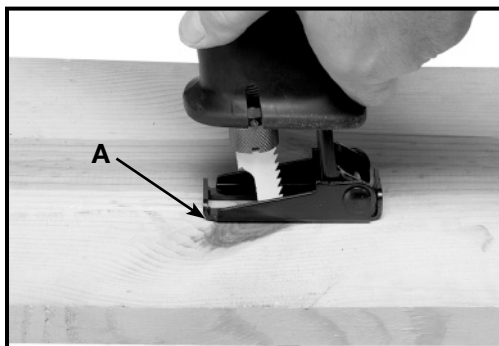

Fig. 8
La zapata (A) Fig.8 sirve de apoyo durante los cortes. Su movimiento giratorio permite la inclinación gradual de la sierra hasta llegar a la posición perpendicular mientras se mueve hacia el operario.